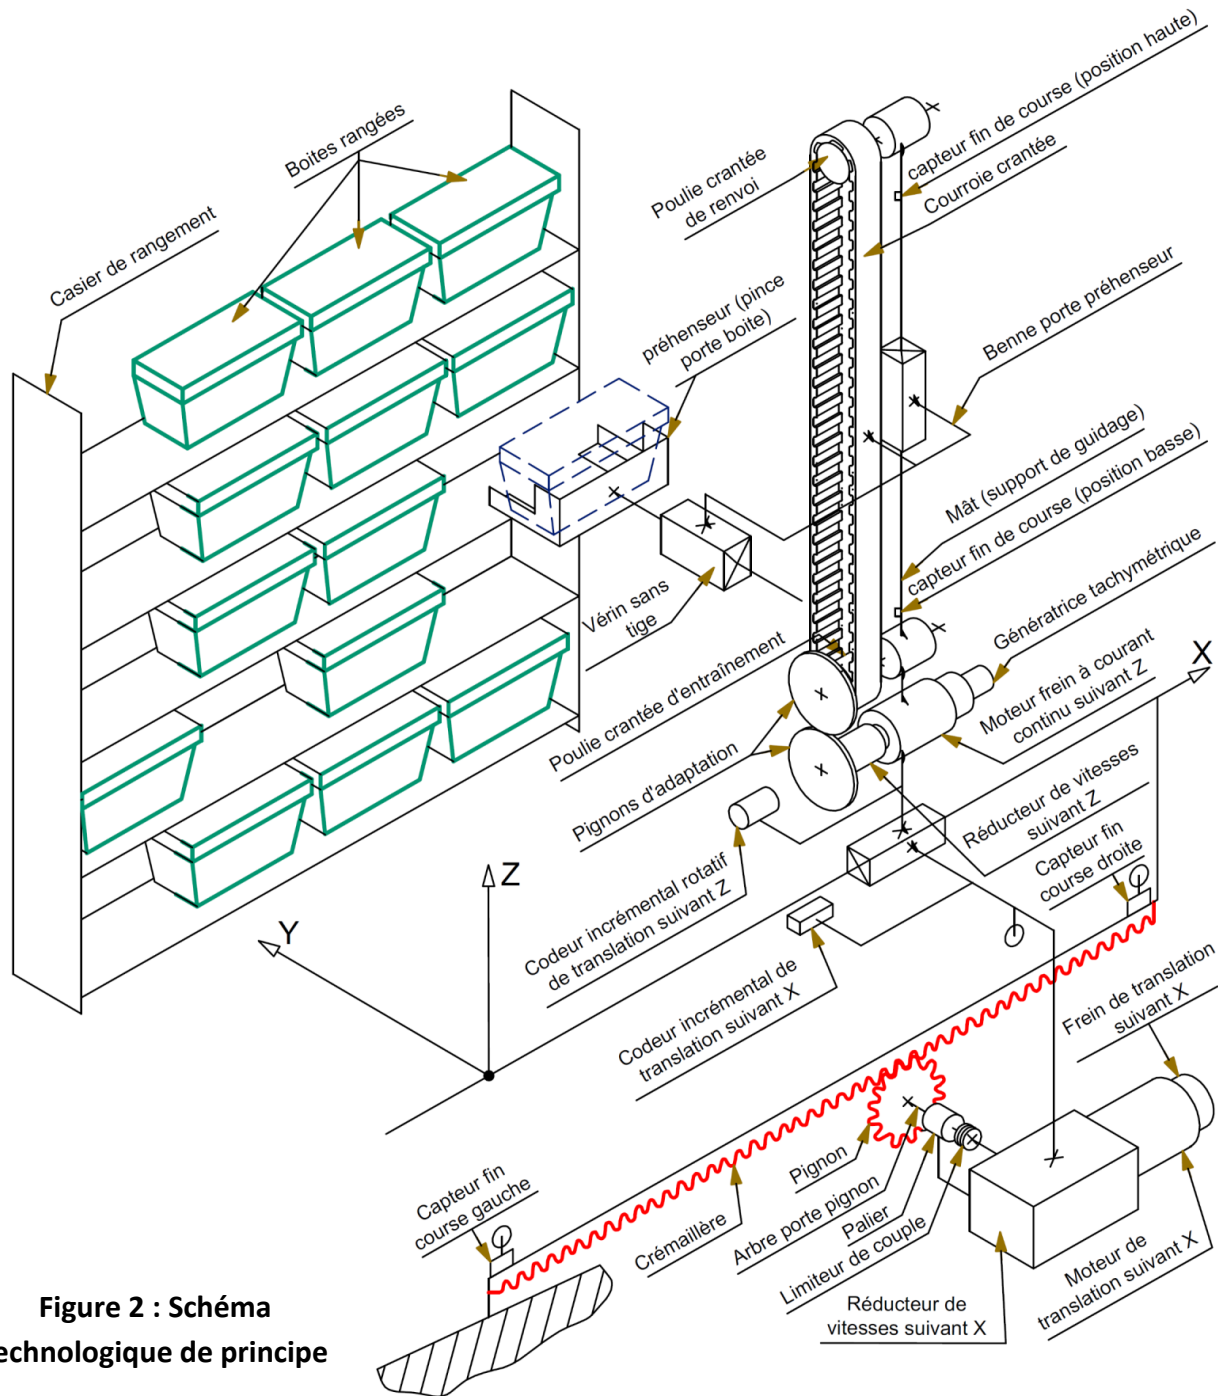

Figure 2 : Schéma technologique de principe
Les trois blocs qui forment l'ensemble mobile du système transstockeur (voir le schéma technologique de principe **figure 2** page 3/17) sont :
a. Compléter la chaîne fonctionnelle relative à la fonction "Déplacer verticalement l'ensemble mobile suivant l'axe Z" (voir figure 2 page 3/17 et DRES page 15/17) : /3pts